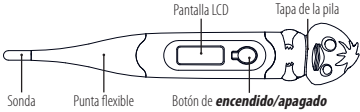

Figura 1: Componentes del termómetro digital
- Pulse el botón de *encendido/apagado* situado junto a la pantalla LCD de la Figura 1. Sonará un tono mientras la pantalla muestra **188.8 °C**, seguido de la última temperatura registrada. Tras mostrar la temperatura de autocomprobación, el termómetro se encuentra en modo de prueba.